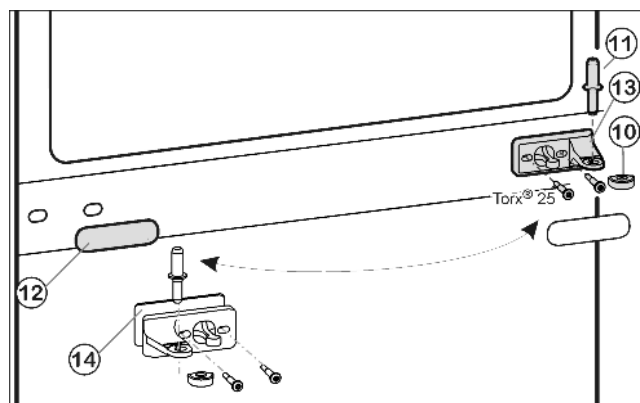
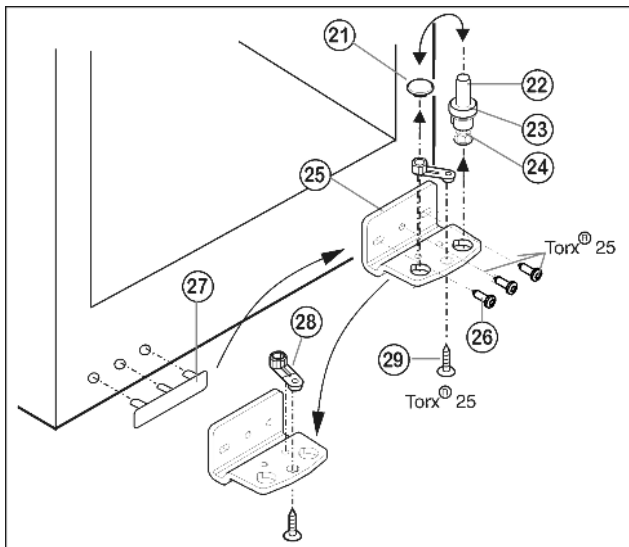

Fig. 5
Fig. 6
- ▶ Middelste lagerbout Fig. 5 (11) uit de lagerbus en de onderste deur uittrekken.
- ▶ Kunststof kapje Fig. 5 (10) afnemen.
- ▶ Middelste lagerbus Fig. 5 (13) losschroeven (2 maal Torx® 25).
- ▶ Afdekplaat Fig. 5 (12) voorzichtig afhalen.
- ▶ Middelste lagerbus met Fig. 5 (14) onderlegschijsje Fig. 5 (13) 180° gedraaid aan de nieuwe scharnierkant **goed** (met 4 Nm) vastschroeven.
- ▶ Afdekplaat Fig. 5 (12) 180° gedraaid aan de nieuwe greepzijde weer vastklikken.
- ▶ Lagerbout Fig. 6 (22) compleet met schijfje Fig. 6 (23) en stelootje Fig. 6 (24) naar boven eruit trekken.
- ▶ Stop Fig. 6 (21) eraf halen.
- ▶ Lagerbus Fig. 6 (25) losschroeven Fig. 6 (26).
- ▶ Lagerdeel Fig. 6 (28) losschroeven Fig. 6 (29) en in het tegenoverliggende opnamegat van de lagerbus omzetten en weer vastschroeven.
- ▶ Afdekking aan de greepzijde Fig. 6 (27) voorzichtig optillen en op de tegenoverliggende zijde plaatsen.
- ▶ Lagerbus Fig. 6 (25) aan de nieuwe scharnierzijde evt. met behulp van een accuschroevendraaier weer **goed (met 4 Nm)** vastschroeven.
- ▶ Stop Fig. 6 (21) weer in het andere gat aanbrengen.
- ▶ Lagerbout Fig. 6 (22) compleet met schijfje en stelootje weer aanbrengen. Er daarbij op letten, dat de sluitnok naar achter wijst.
- ▶ Plaats de onderste deur van boven op de onderste lagerbout Fig. 6 (22).
- ▶ Het kunststof kapje Fig. 5 (10) weer op de middelste lagerbus Fig. 5 (13) zetten.
- ▶ Middelste lagerbout Fig. 5 (11) op de nieuwe scharnierzijde in de onderste deur plaatsen door de middelste lagerbus Fig. 5 (13).
- ▶ Bovenste deur op de middelste lagerbout Fig. 5 (11) zetten.
- ▶ De deuren eventueel via de beide langsgaten in de onderste lagerbus Fig. 6 (25) en middelste lagerbus Fig. 5 (13) ten opzichte van de kast uitlijnen. Daartoe middelste schroef in de onderste lagerbus Fig. 6 (25) uitdraaien.